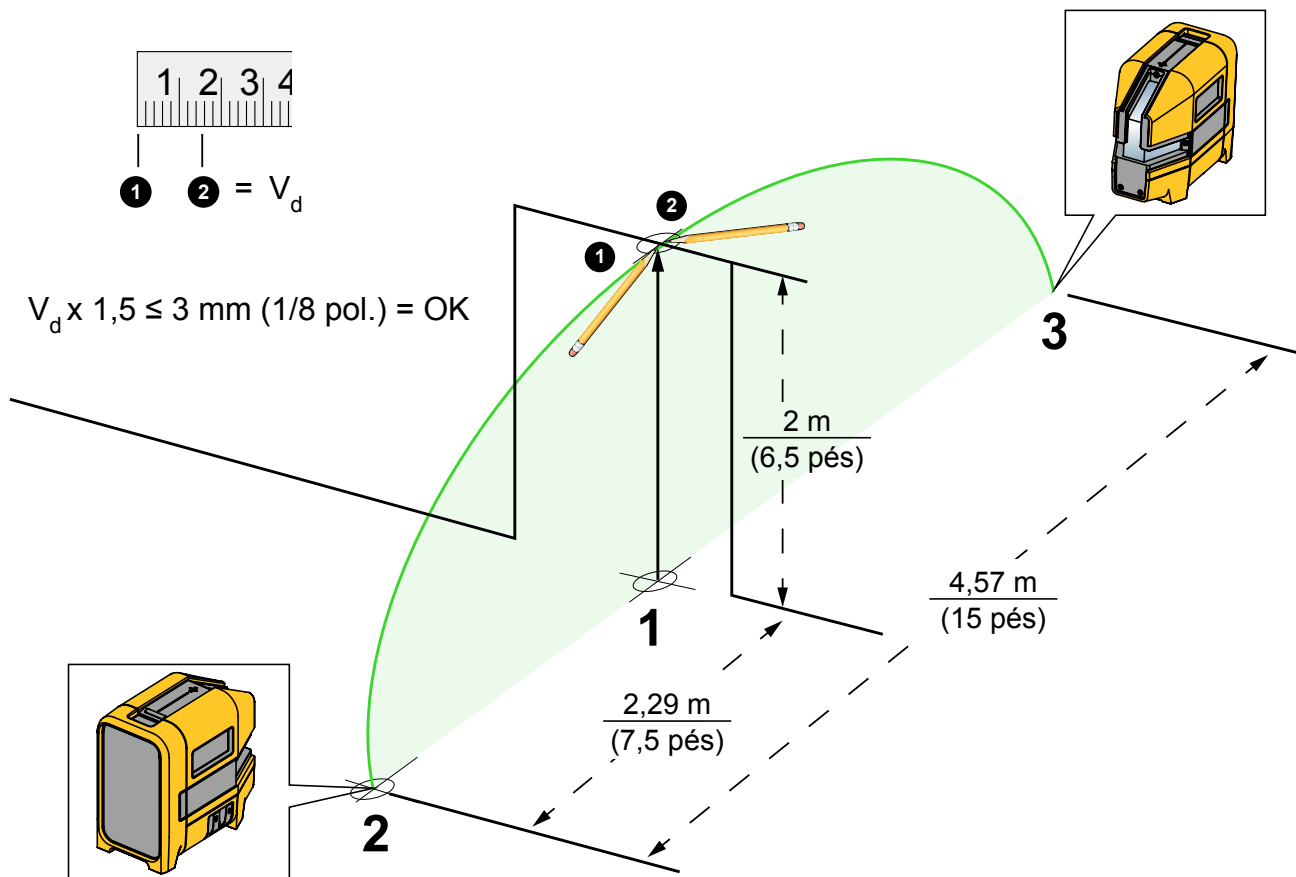

Figura 8. Precisão do laser vertical
3. Faça uma cruz (marca 1) no chão, centralizada na marca na verga da porta. Veja a Figura 8.